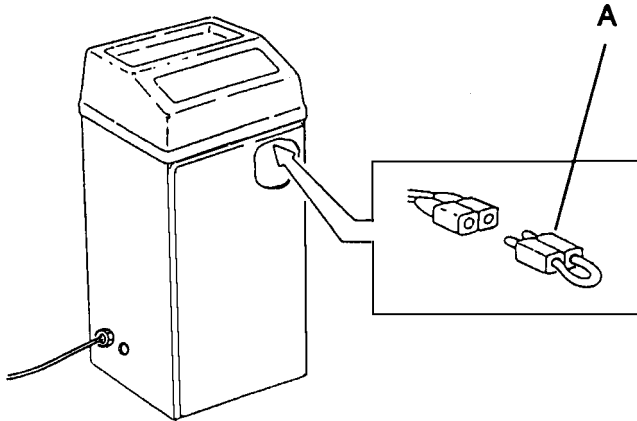

Fig.22
Staccare lo spinotto (A) di Fig.22 dal morsetto. In questo modo si attiva il pressostato. Premere il pulsante di salita e fare salire il ponte fino alla max altezza.
N.B. In condizioni di esercizio lo spinotto (A) di Fig.22 deve essere disinserito.
Remove the pin (A) (Fig. 22) from the terminal in order to activate the pressure switch. Press the rise button and raise the lift up to maximum height. Press the descent button, the lift descends and stops about 12-15 cm above the ground (if not so, adjust FC2); now release the descent button and press it again. The lift will continue to descend and an alarm will sound until the lift reaches the ground and the button is released.
NOTE: During operation the pin (A) shown in Fig. 22 must be removed.
Über den im Tankverschluß enthaltenen Pegelstab, den Ölstand im Steuergehäuse kontrollieren. Den Stecker (A) der Abb. 22 aus der Klemme ziehen. Dadurch wird der Druckwächter aktiviert. Die Hebesteuertaste betätigen und die Hebebühne auf die max. Höhe fahren. Die Senksteuertaste betätigen: die Hebebühne senkt sich und hält auf ca. 12-15 cm über dem Boden an (den Mikroschalter FC2 so einstellen, daß diese Funktion auch erfolgt). Nun die Taste wieder loslassen, dann erneut betätigen; die Hebebühne senkt sich wieder und gibt gleichzeitig einen Alarm von sich, bis sie sich auf Bodenhöhe befindet und die Taste wieder losgelassen wird.
Hinweis: Während des Betriebes muß der Stecker (A) der Abb. 22 herausgezogen sein.
Retirer la fiche (A) Fig. 22 de la borne. De cette manière, le pressostat est activé. Appuyer sur le poussoir de montée et faire monter le pont jusqu'à sa hauteur maximum.
Remarque: Dans les conditions d'exercice, la fiche (A) Fig. 22 doit être débranchée.
Extraer la clavija (A), Fig.22 del borne. De esta manera se activa el presostato. Presionar el pulsante de subida y levantar el puente hasta alcanzar la máxima altura.
NOTA: en condiciones de utilización, la clavija A Fig.22 debe estar desconectado.